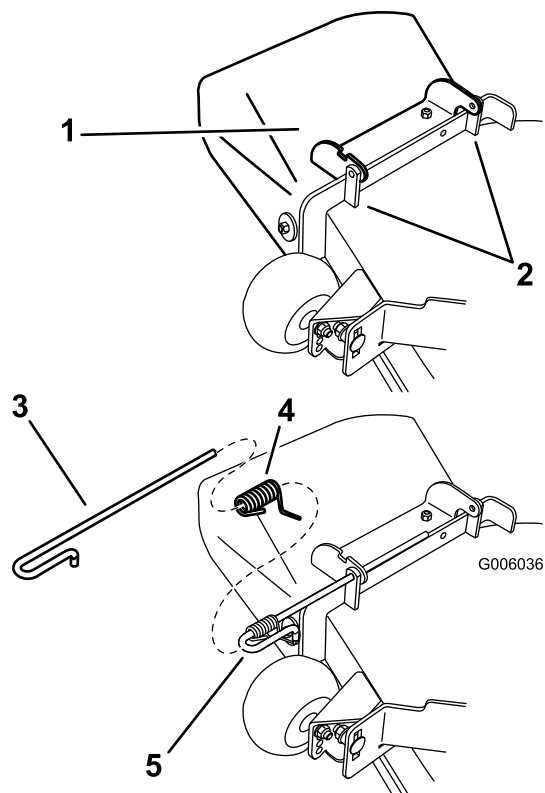

Figura 71
1. Desenganche el muelle de la muesca del soporte del deflector, y retire la varilla de los soportes soldados de carcasa, el muelle y el deflector de descarga (Figura 71). Retire el deflector de descarga dañado o desgastado.
- Coloque el nuevo conjunto del deflector de descarga con los extremos de los soportes entre los soportes soldados de la carcasa, según se muestra en la Figura 71.